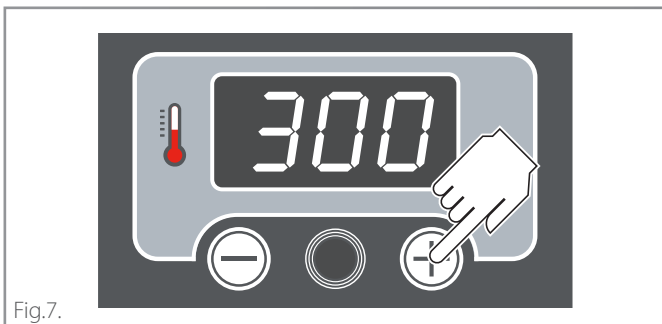
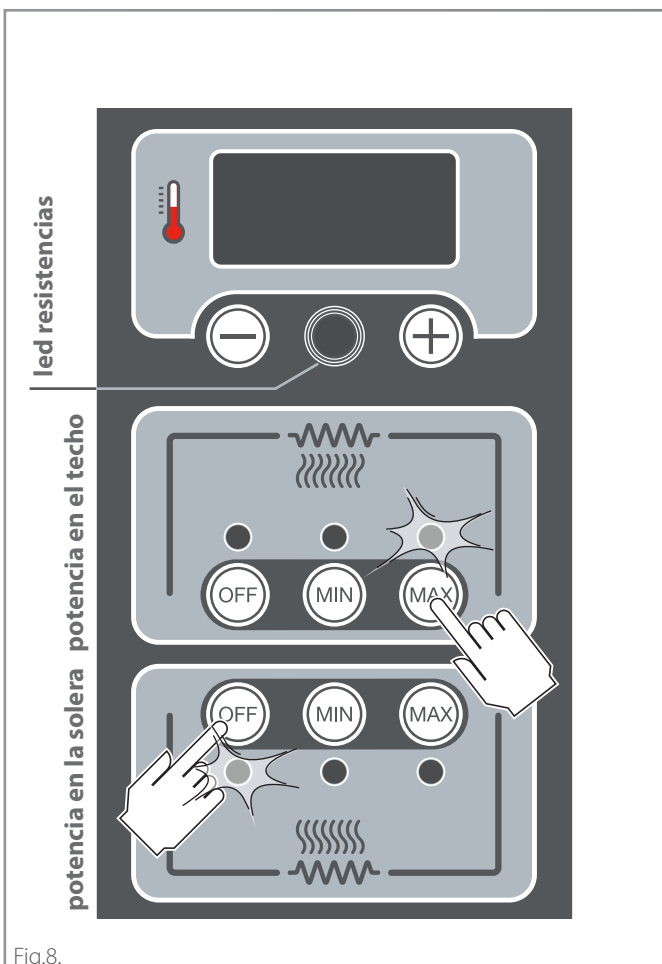

Fig.7.
Fig.8.
- ajustar una cocción con los parámetros deseados: (► Fig.7. - Fig.8.)
► Fig.7.
► Fig.8.